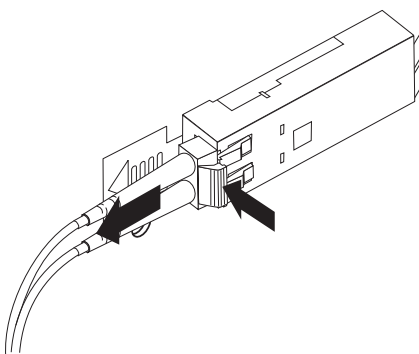

图 36. 拔出 LC-LC 光纤通道电缆
2. 如图 36 中所示，小心地拉动接口以从 SFP 模块拔下电缆。